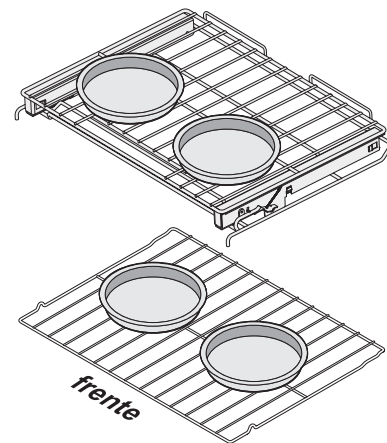

Figura 13: Colocación de utensilios para hornear con dos parrillas
- Cuando use dos parrillas del horno, coloque los utensilios como se muestra en la Figura 13. Deje por lo menos 2-4 pulgadas (5-10 cm) de espacio entre los utensilios, para la circulación adecuada de aire.